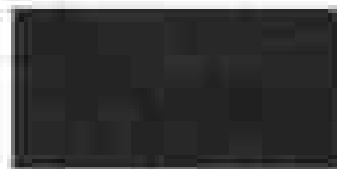

图 5-105 放置完成
3) 单击鼠标右键, 完成矩形金属填充的放置, 如图 5-105 所示。